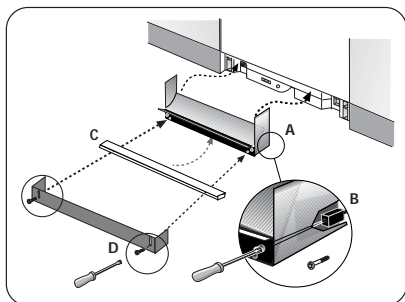

Figure 31/Ilus. 31
- 1) Place the Base Part under and up the front bottom panel of the dishwasher, as shown in Figure 31.
- 2) Insert the Base Part screws (Figure 1, letter O) into the Base Part, as shown in Figure 31, letter B. Tighten the Base Part Screws.
- 3) Place the Cotton Insulation Strip (Figure 1, letter C) under the unit, between the bottom of the Base Part and the floor, as shown in Figure 31, letter C.
- 4) Place the toe panel over the Cotton Insulation Strip, and use the toe panel screws (Figure 1, letter N) to secure the toe panel in place, as shown in Figure 31, letter D.
- 1) Placer la pièce base sous et vers le haut du panneau inférieur avant du lave-vaisselle comme à la figure 31.
- 2) Insérer les vis de pièce de base (figure 1, lettre O) dans la pièce de base, figure 31, lettre B. Serrer les vis de pièce de base.
- 3) Placer la bande isolante en coton (figure 1, lettre C) sous l'appareil entre le bas de la pièce de base et le plancher comme à la figure 31, lettre C.
- 4) Placer le panneau inférieur sur la bande isolante en coton et utiliser les vis du panneau (figure 1, lettre N) pour maintenir le panneau en place comme à la figure 31, lettre D.
- 1) Acomode la Pieza Base introduciéndola por debajo y hacia arriba del panel inferior delantero de la lavadora, como muestra la Ilustración 31, letra A.
- 2) Introduzca los tornillos (Ilustración 1, artículo O) en la Pieza Base, tal como indica la letra B en la Ilustración 31. Apriete los tornillos de la Pieza Base.
- 3) Extienda la Tira Aislante de Algodón (Ilustración 1, artículo C) debajo del aparato, entre la cara inferior de la Pieza Base y el piso, tal como indica la letra C en la Ilustración 31.
- 4) Acomode el panel de pie sobre la Tira Aislante de Algodón y utilice los tornillos (Ilustración 1, artículo N) para sujetarlo en su sitio, tal como indica la letra D en la Ilustración 31.